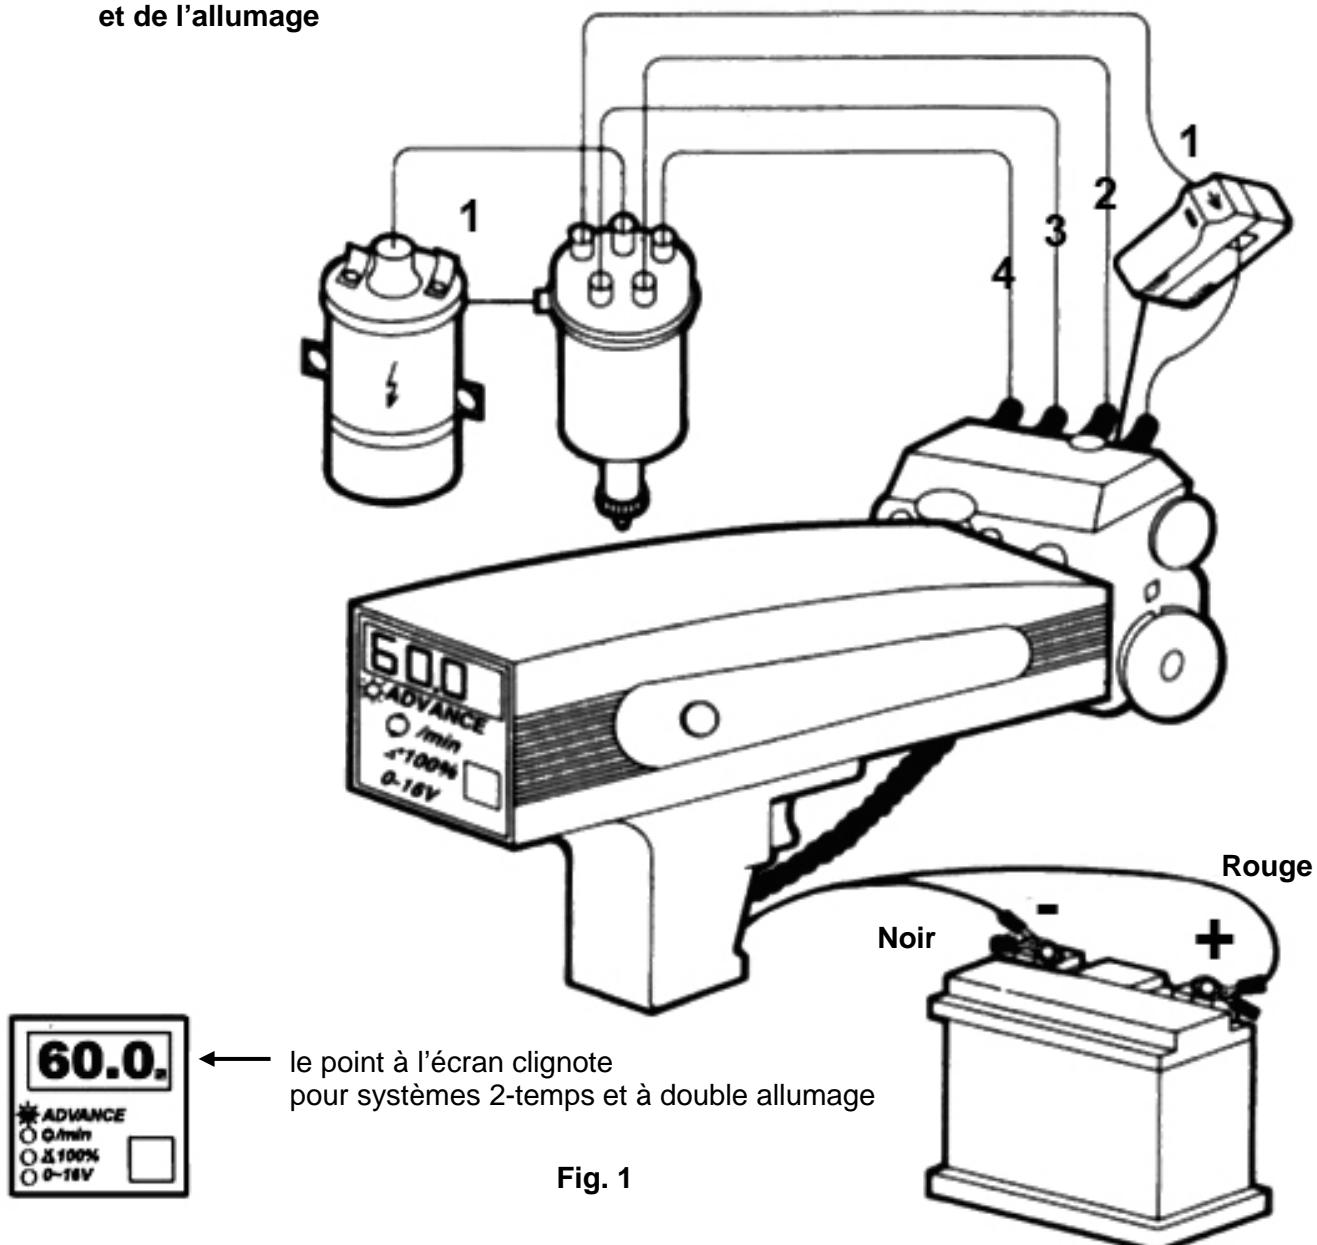

Fig. 1
1. Branchez le stroboscope sur la batterie du véhicule, la pince crocodile rouge sur la borne positive (+) et la pince crocodile noire sur la borne négative (-) (voir figure 1).
3. Connectez la pince noire sur la borne négative (-) de la batterie et la pince rouge sur la borne positive (+) de la batterie. (Fig. 1).